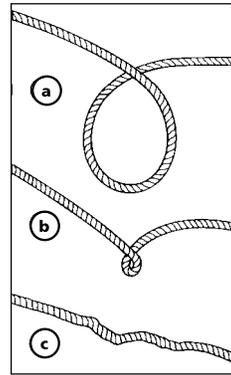

Figura 9
5. EVITE TORCEDURAS ANTES DE QUE OCURRAN (Vea la Figura 9).